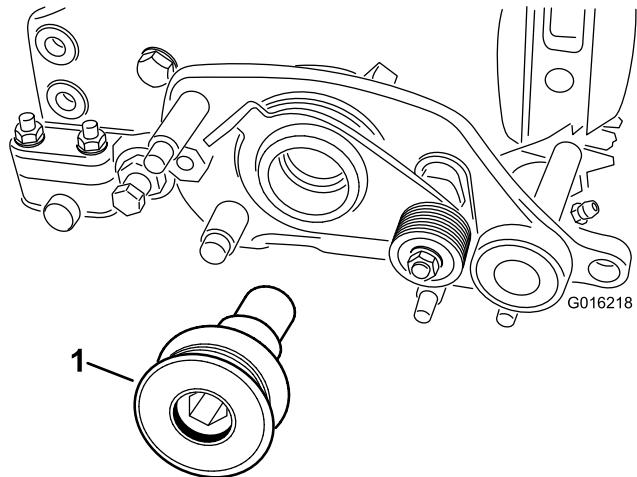

Bild 8
19. Befestigen Sie die Antriebsscheibe des Groomer an der Spindelwelle (Bild 8) und ziehen sie auf 170 Nm an.